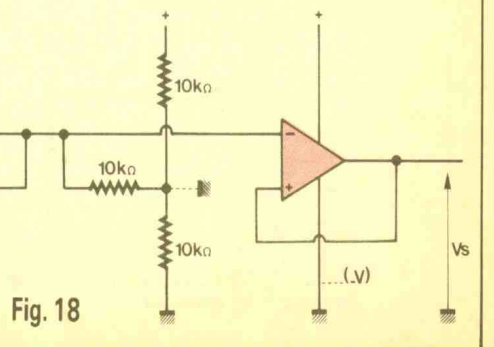

Fig. 18
**COMMANDE A/M DU LM380 (fig. 18)**
**BISTABLE (fig. 18)**